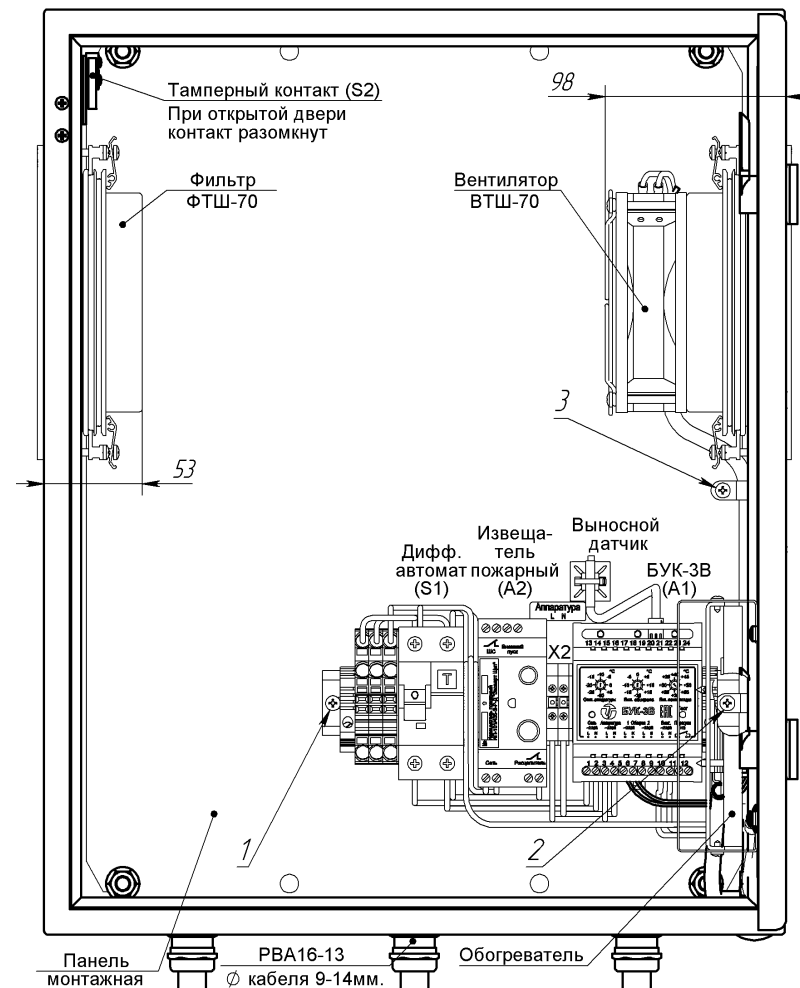

Рис.1 Устройство термощкафа (дверь открыта на 90°)
Для установки в термощкаф телевизионного (электронного) оборудования необходимо извлечь монтажную панель (рис.1) из термощкафа, для чего необходимо:
3. Снять с монтажной платы DIN-рейку с установленными на ней автоматом питания S1, клеммами X1, блоком управления климатом БУК-3В (A1), выкрутив крепящие DIN-рейку саморезы 1 и 2 (рис.1).